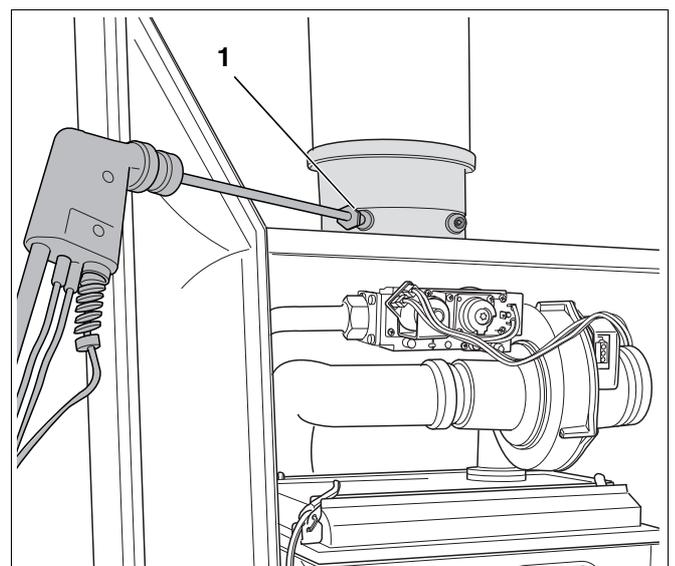

Fig. 88 Misurazione del tenore di monossido di carbonio
- Rimuovere la copertura sul punto di misurazione dei gas combusti (fig. 88, **pos. 1**).
- Collegare il dispositivo di misurazione-analisi gas nel punto di misurazione sinistro (fig. 88).
- Misurare il tenore di monossido di carbonio nel punto di misurazione per gas combusti (fig. 88).
- Rimuovere il dispositivo di misurazione-analisi gas, rimontare la copertura sul punto di misurazione dei gas combusti (fig. 88, **pos. 1**).